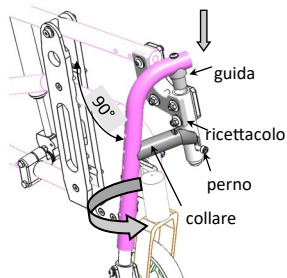

fig. 21: Inserimento/Disinserimento tubo poggia-gamba
* **Versione ribaltabile** (fig. 21)